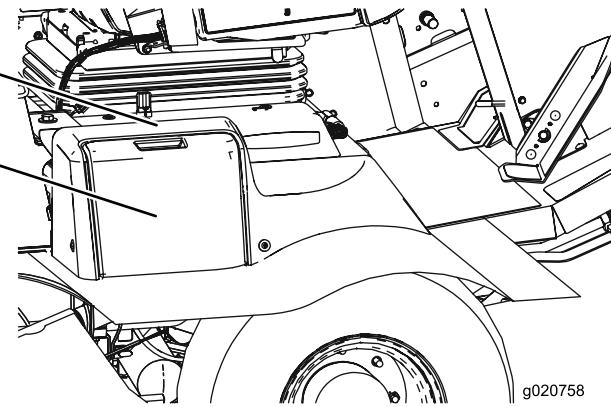

Рисунок 53
- Откройте крышку аккумуляторной батареи сбоку на кожухе (Рисунок 53).
Примечание: Нажмите на плоскую поверхность над крышкой аккумуляторной батареи, чтобы облегчить снятие крышки (Рисунок 53).